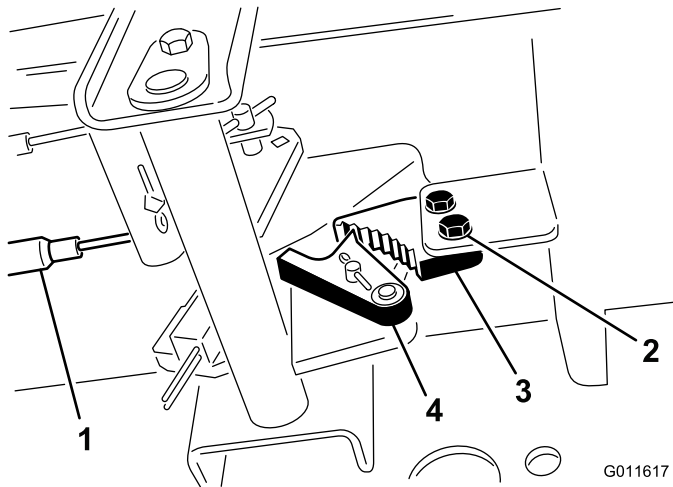

Figure 48
1. Desserrez les 2 vis qui fixent le cliquet du frein de stationnement au cadre (Figure 48).
2. Appuyez sur l'avant de la pédale du frein de stationnement jusqu'à ce que le verrou s'engage complètement sur le cliquet (Figure 48).